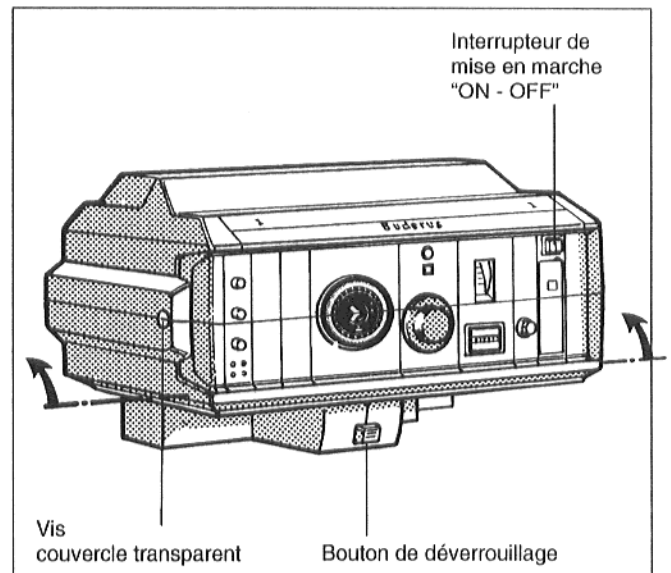
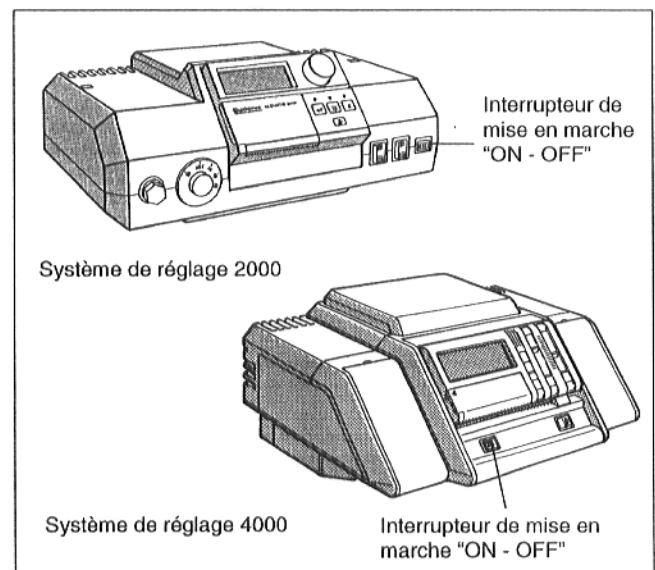

Fig. 37 Système de réglage 3000
Fig. 38 Systèmes de réglage 2000 et 4000
Mettre la fente de la vis de fixation du couvercle transparent de l'appareil de réglage en position horizontale, par ex. à l'aide d'une pièce de monnaie, glisser le couvercle transparent par l'avant et remettre la fente de la vis en position verticale (Fig. 37).
Pour une meilleure vision des éléments de commande de l'appareil de réglage, la partie supérieure peut être relevée dans deux positions (Fig. 37).
Au moment de la rabattre dans sa position de départ, enfoncer le bouton de déverrouillage (Fig. 37).
Mettre la fente de la vis du couvercle transparent de l'appareil de réglage (Fig. 37) en position horizontale, par ex. à l'aide d'une pièce de monnaie. Tirer le couvercle transparent vers l'avant.
- Mettre l'interrupteur de mise en marche (Fig. 37 et Fig. 38) en position 0 (OFF).